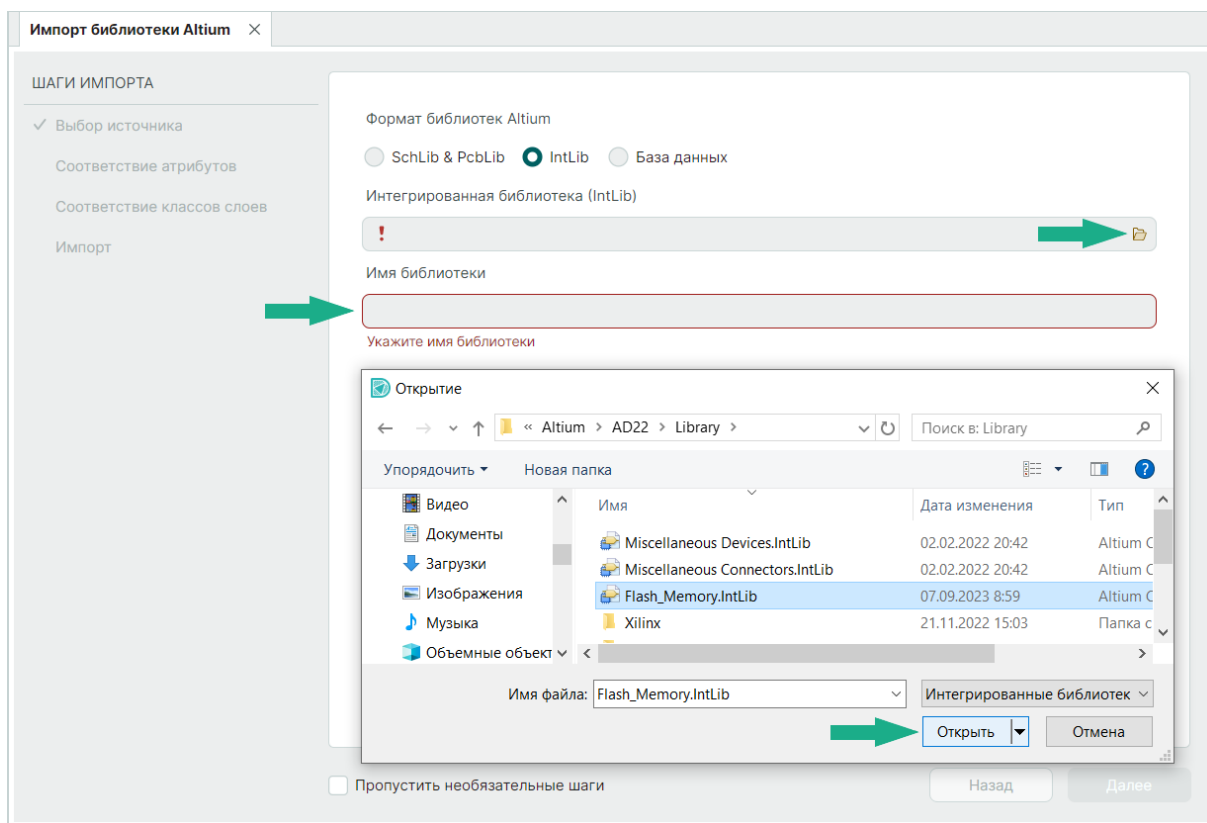

Рис. 8 Выбор файла импортируемой библиотеки
2. Выберите файлы импортируемой библиотеки и введите имя библиотеки. Для выбора файлов нажмите , после выбора импортируемого файла в окне проводника нажмите «Открыть», см. Рис. 8.